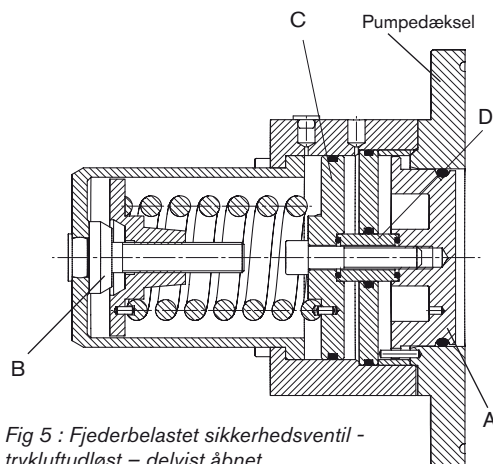

Fig 5 : Fjederbelastet sikkerhedsventil - trykluftudløst – delvist åben
Fig. 5 viser ventilen delvis åben. Mellemtrykket inden i rotorkassen har forceret ventilhovedet (A) til venstre, mod fjederens kraft via afstandsbøsningen og CIP/SIP-stempelglider.